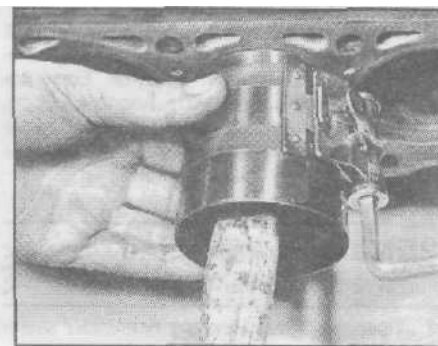

Рис. 30.4. Использование приспособления для сжатия поршневых колец
- 4 Установите приспособление для сжатия поршневых колец на поршень №1, затем вставьте поршень вместе с шатуном в первый цилиндр (см. рис. 30.4). Установите кривошип первого цилиндра в нижнюю точку, затем аккуратно вдавите поршень в цилиндр деревянной рукояткой молотка и одновременно направляйте шатун на кривошип. Убедитесь, что стрелка на днище поршня обращена в сторону ремня привода распределительного вала.